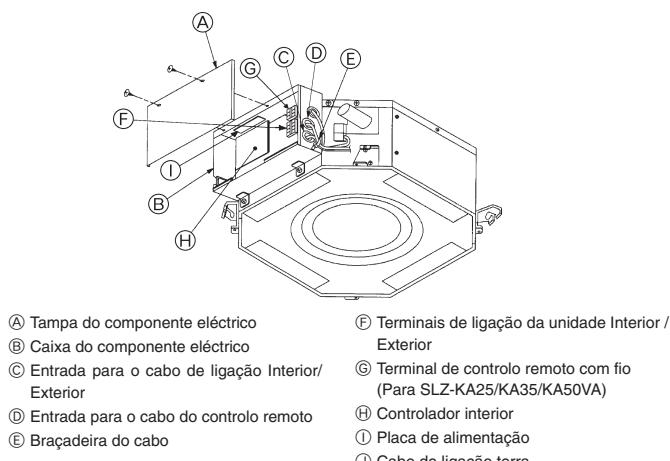
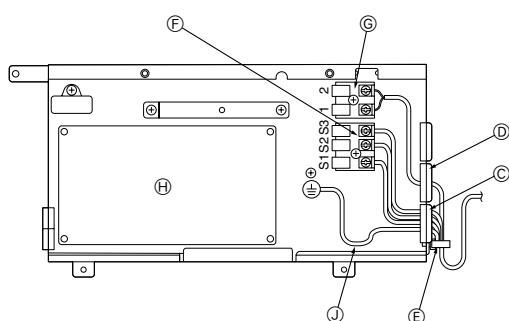

Fig. 7-2
Fig. 7-3
7.2. Unidade interior (Fig. 7-2) (Fig. 7-3)